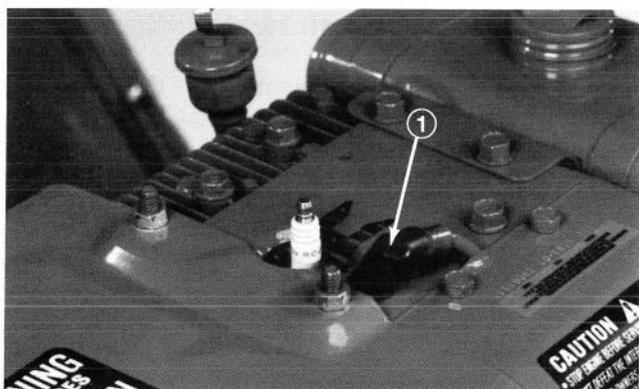

Abb. 43
2. Das Hochspannungskabel von der Zündkerze abziehen (Abb. 43) und dann die Kerze heraus-schrauben.
4. Das Hochspannungskabel wieder mit der Zündkerze verbinden (Abb. 43).